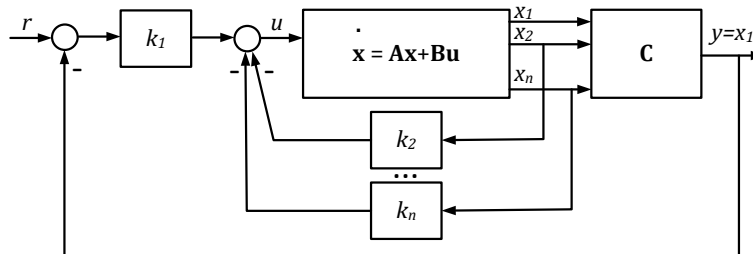

Figura 3: Schema bloc a sistemului de urmărire pentru procese cu integrator
Metoda va fi descrisă pentru cazul în care intrarea în proces (semnalul $u(t)$) și ieșirea $y(t)$ sunt scalare. Ca exemplu, ieșirea se consideră egală cu una din variabilele de stare $y(t) = x_1(t)$. În Figura 3 se prezintă schema bloc a sistemului de urmărire unde r este o referință treaptă.
Ca urmare, problema este transformată în proiectarea unui regulator $\mathbf{K}$ care să aducă eroarea la zero din orice condiții inițiale. Metoda este aceeași cu cea prezentată inițial pentru sisteme de stabilizare cu reacție de la stare și referință 0 (în secțiunea 1), dar schema bloc de implementare este cea prezentată în Figura 3.
2. Implementați sistemul de urmărire din Figura 3. Afișați pe același grafic referința și ieșirea sistemului. Observați și analizați rezultatele.